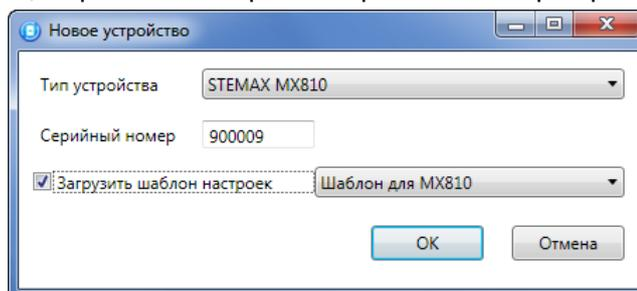

Рисунок 5.2 — Окно «Новое устройство»
- В открывшемся окне «Новое устройство» (см. рисунок 5.2) задайте необходимые параметры и нажмите кнопку ОК: